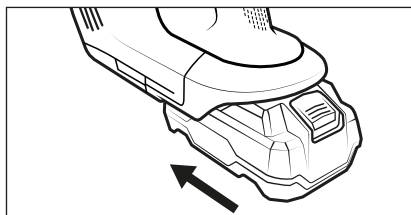

Fig. 3
- 3) Glissez une batterie de la gamme X 20 V TEAM (voir chapitre **Informations relatives à la batterie**) dans le réceptacle de la batterie **1** jusqu'à ce qu'elle s'enclenche de manière audible avec un clic (voir fig. 3).